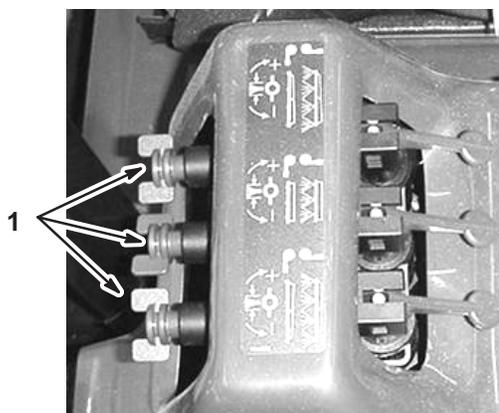

Figure 23
12. Réglez la soupape de dérivation de rampe (Fig. 23) de la rampe que vous avez mise hors service jusqu'à ce que la valeur indiquée au manomètre soit la même qu'au point 10.